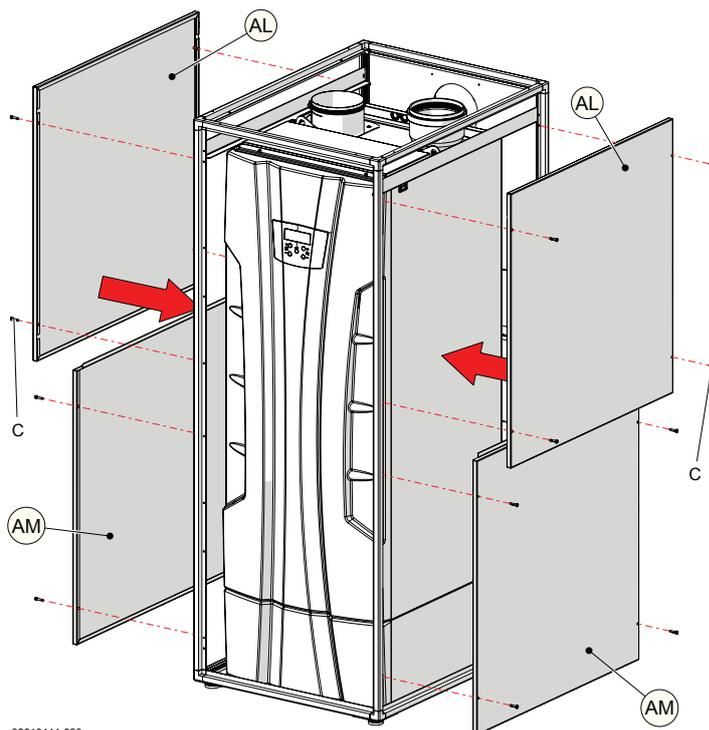

Figura 5-81
14.-collocare le coperture laterali "AM" (prima) e "AL" (poi), fissando le stesse alla struttura con le viti "C" (Figura 5-81);